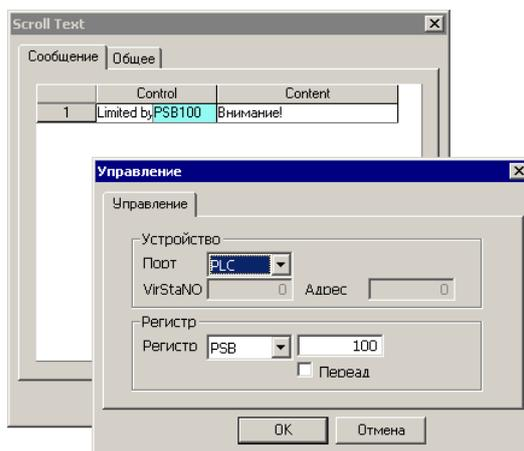

Рисунок 194
6) Для редактирования способа управления бегущей строкой: дважды щелкнуть левой кнопкой мыши на требуемой ячейке колонки «Управление». Открывается окно «Управление» (см. рис. 194). Приемы работы с ним см. в п. 4.1.7. По умолчанию бегущая строка задана постоянно отображаемой. В результате редактирования способа управления бегущей строкой ее появление и отображение может быть поставлено в зависимость от значения в определенной ячейке памяти.